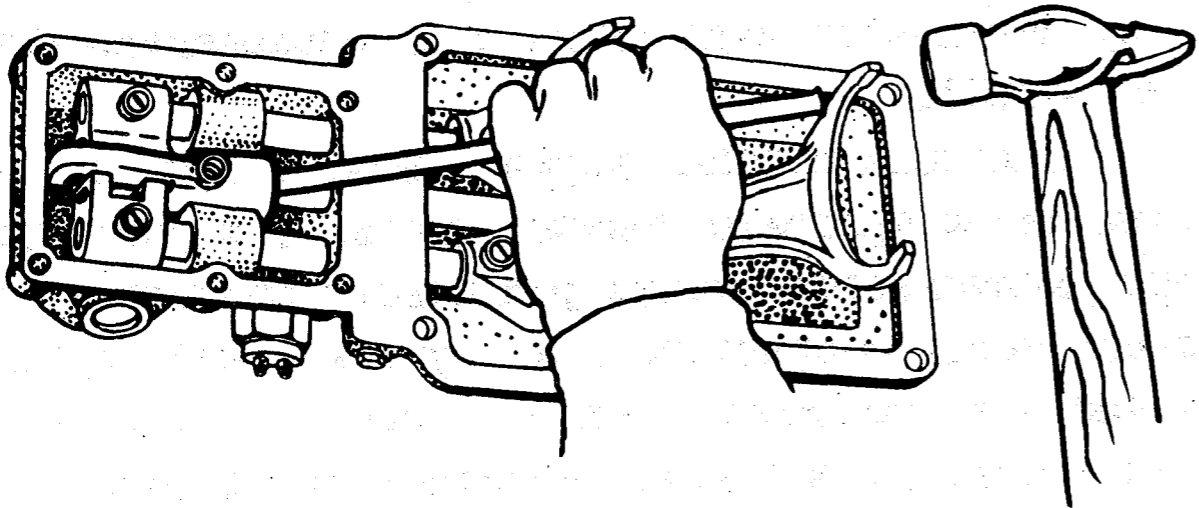

Рис. 107. Снятие головки штока включения третьей и четвертой передач
- передвинуть шток включения третьей и четвертой передач в переднее положение, отвернуть стопорный болт головки включения третьей и четвертой передач и снять головку со штока. При затрудненном снятии головки следует проложить для упора распорку между задним торцом вилки включения третьей и четвертой передач и бобышкой и сбить головку со штока (рис. 107);